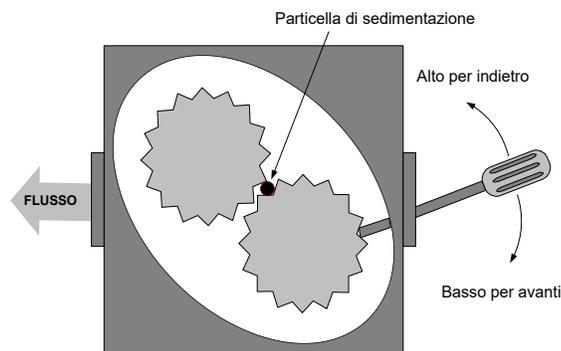

Figura 12
Una pompa bloccata da detriti o da grasso solidificato può di solito essere liberata manualmente muovendo gli ingranaggi con un cacciavite o con altri attrezzi, come illustrato nella Figura 12. **Accertarsi che il motore della pompa sia spento prima di tentare questa operazione.**
3. Utilizzare un cacciavite per ruotare manualmente gli ingranaggi (si veda la Figura 12).